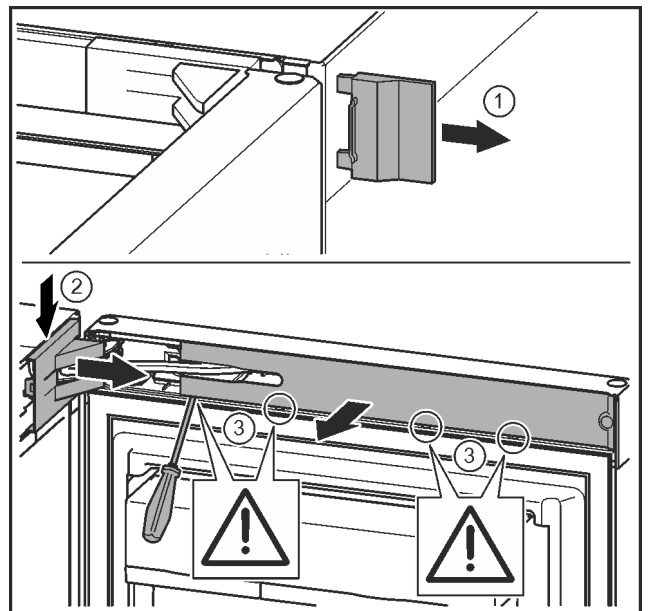

Fig. 9
- Buitenste afdekking verwijderen. Fig. 9 (1)
- ▶ Lagerbusafdekking ontgrendelen en losmaken. Afdekking van de lagerbus verwijderen. *Fig. 9 (2)*
- ▶ Paneel met de sleufschroevendraaier losmaken en naar de zijkant draaien. *Fig. 9 (3)*